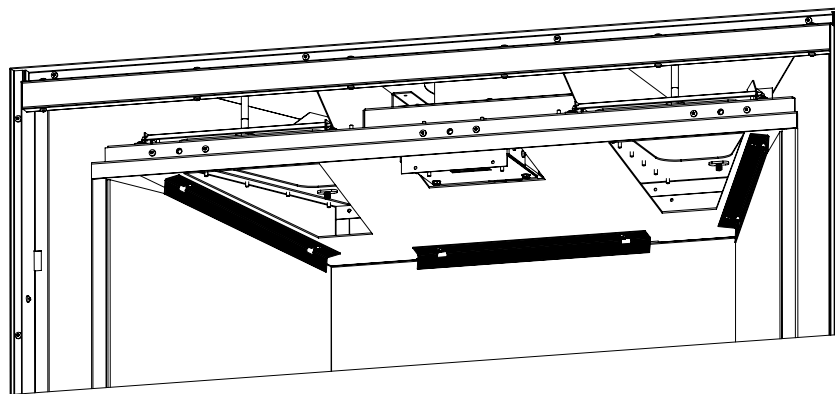

Figure 72: Retenues de Doublure
Étape 3. Retirez les dispositifs de retenue de la chemise un à la fois en utilisant une douille 5/16. Les vis doivent seulement être desserrées, pas complètement enlevées, car les dispositifs de retenue sont fendus. Retirez d'abord les doublures latérales, puis l'arrière (voir Figure 72).